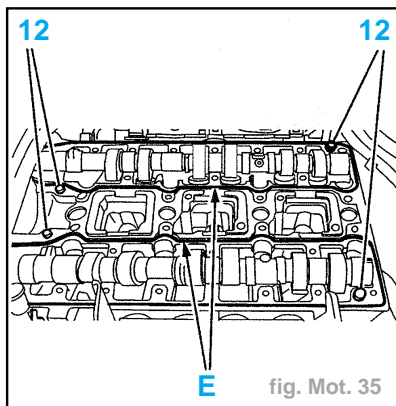

fig. Mot. 35
- Vérifier la présence des goupilles (12) (fig. Mot. 35).